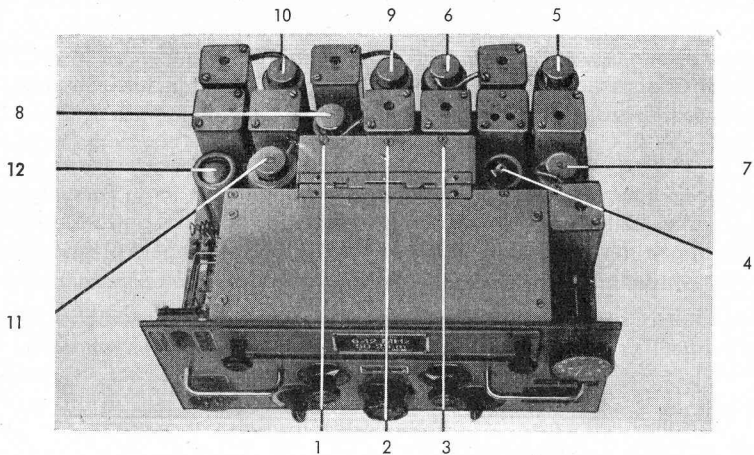

Bild 63. Empfängerchassis von oben gesehen.
- Um auf einfache Weise festzustellen welche dieser fünf genannten Röhren defekt ist, ziehe man das Empfängerchassis aus seinem Kasten heraus und setze es in Betrieb. Mit einem Schraubenzieher berühre man kurz das Gitter der Demodulatorröhre Pos. 8. Ist sie noch intakt, so reagiert der Empfänger mit einem leichten Knacks. Hierauf berühre man das Gitter der zweiten Zwischenfrequenzverstärkeröhre Pos. 6. (Hierzu muß sich im Empfänger einer der Spulensätze Nr. 4—10 befinden, da nur bei diesen Spulensätzen der 465 kHz-Zwischenfrequenzverstärker arbeitet.) Ist Röhre Pos. 6 in Ordnung, so reagiert der Empfänger wieder mit einem Knacks, der entsprechend der Verstärkung der Röhre Pos. 6, bereits etwas stärker ist als der Knacks beim Berühren des Gitters der Röhre Pos. 8. Hierauf berühre man nacheinander die Gitter der Röhren Pos. 5, 3, 2 und 1, wobei der auftretende Knacks entsprechend der fortschreitenden Verstärkung immer etwas kräftiger wird. Tritt der Knacks bei einer Röhre nicht auf, so muß sie durch eine neue ersetzt werden. Fehlt der Knacks zum ersten Mal bei der Röhre Pos. 2, so kann der Defekt auch an der Oszillatorröhre Pos. 4 liegen. Ueber die Anordnung und Funktion der einzelnen Röhren im Empfängerchassis gibt Bild 54 und Bild 63 Aufschluß.